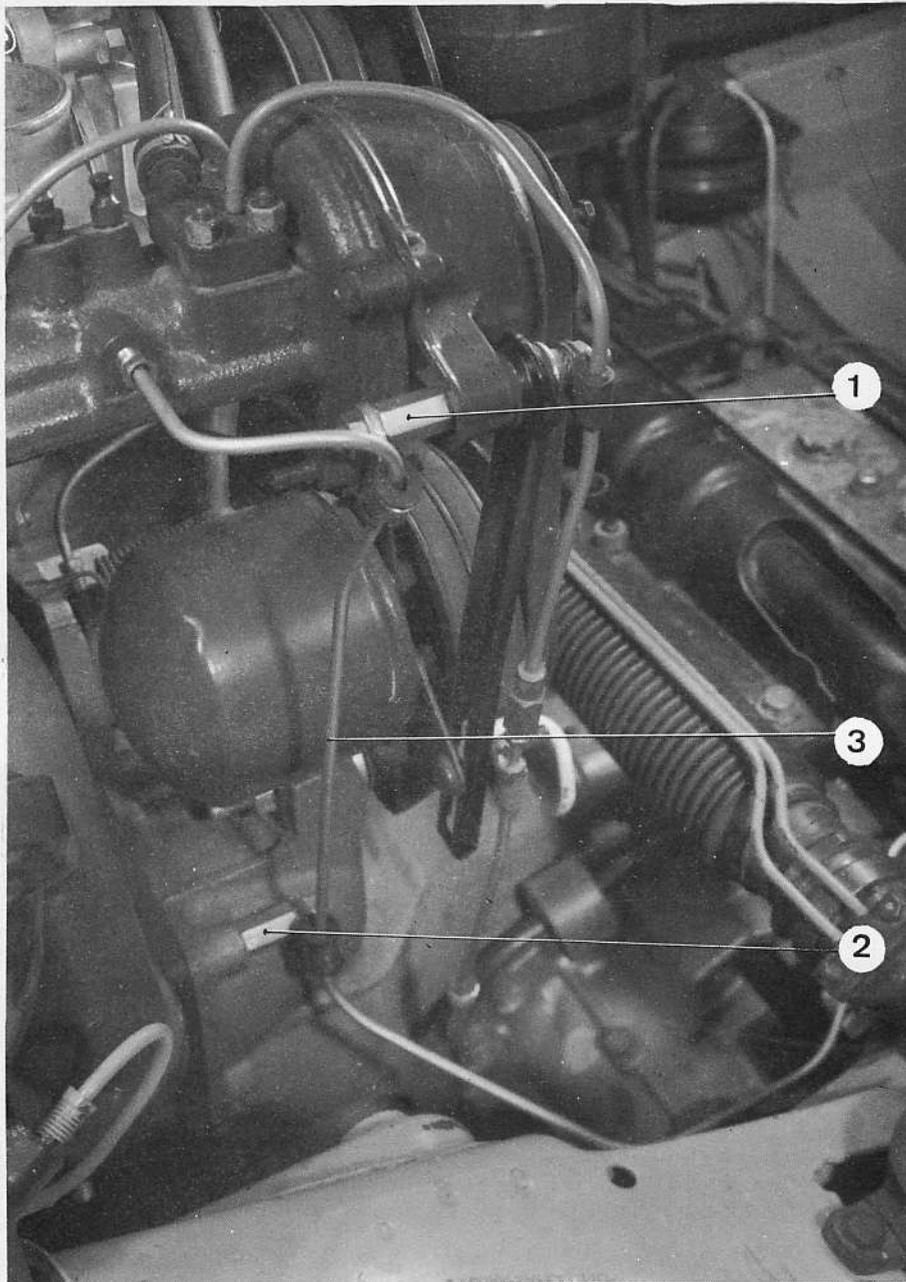
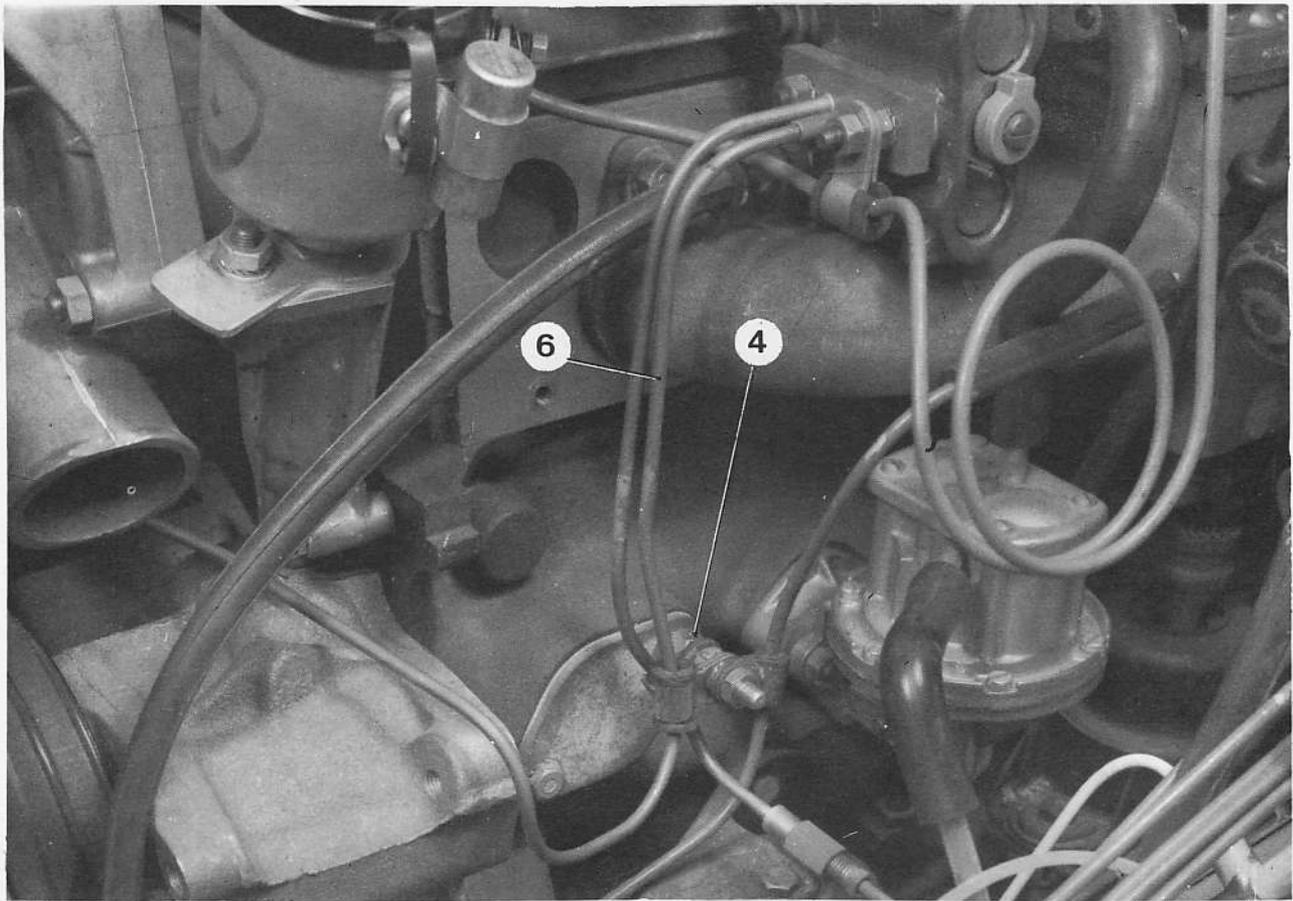

Fig 1
Fig. 2
a) Parcours et fixation du tube de liaison (3) du bloc de freinage avant droit au régulateur centrifuge : (Voir figure 1).
- Une vis colonnette (1) fixée sur le régulateur centrifuge, maintient le tube et le tirant du régulateur.
- Une vis colonnette (2) fixée sur le carter d'embrayage maintient également ce tube.
b) Parcours et fixation du faisceau (6) de liaison bloc hydraulique-cylindre d'embrayage : (Voir figures 2 et 3).
- La vis colonnette (4) fixant la plaque d'obturation sur le carter moteur, ainsi que le goujon inférieur (5) de pompe à eau sont allongés pour assurer la fixation du faisceau.